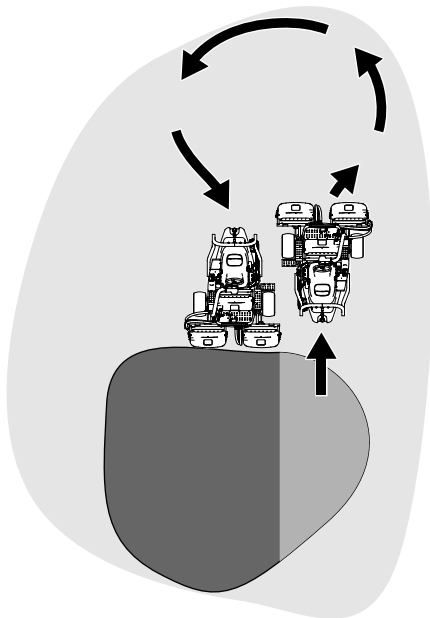

Bild 25
6. Verkürzen Sie die Betriebszeit und vereinfachen Sie das Ausrichten für den nächsten Durchgang, indem Sie die Maschine vorübergehend in die entgegengesetzte Richtung und dann in die Richtung des ungemähten Teils drehen. Führen Sie eine tränenförmige Wende durch (Bild 25), um die Maschine schnell für den nächsten Durchgang auszurichten.